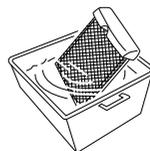

fig. 2
- Der Filter kann mit einem Staubsauger oder durch leichtes Abklopfen gereinigt werden. Ist der Filter stark verschmutzt, kann man warmes Wasser mit geringem Zusatz eines Reinigungsmittels verwenden (Fig. 2).